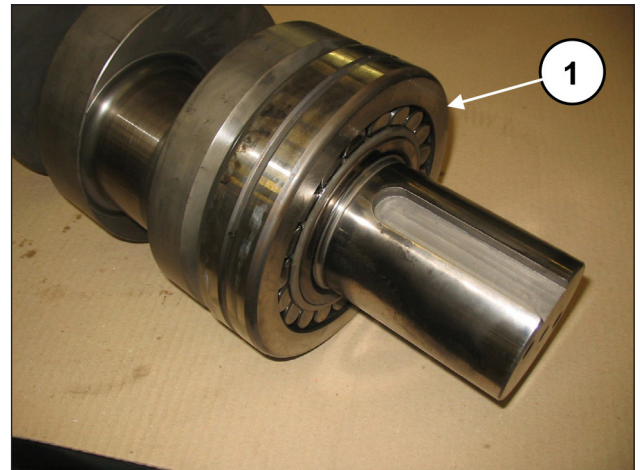
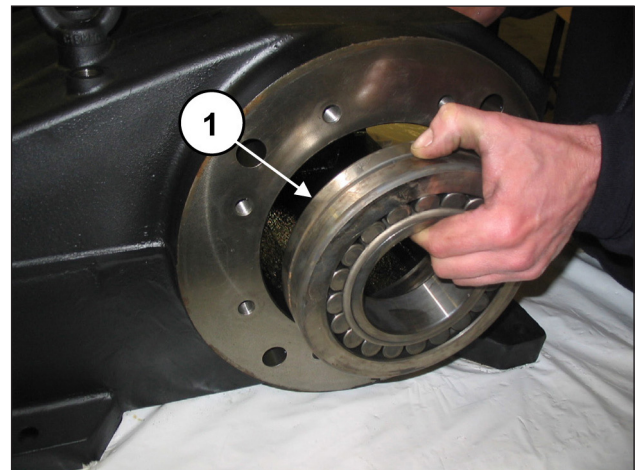

Abb. 41
Abb. 42
Montieren Sie das Lager auf Zapfwellenseite vorläufig und bündig auf die Welle (Pos. ①, Abb. 41) und setzen Sie das Lager an der entgegengesetzten Seite in das Gehäuse ein (Pos. ①, Abb. 42).
Das Lager in Abb. 42 verfügt über einen konischen Innenring. Vergewissern Sie sich vor Einsetzen der Buchse, dass die Konizität von außen nach innen verläuft.